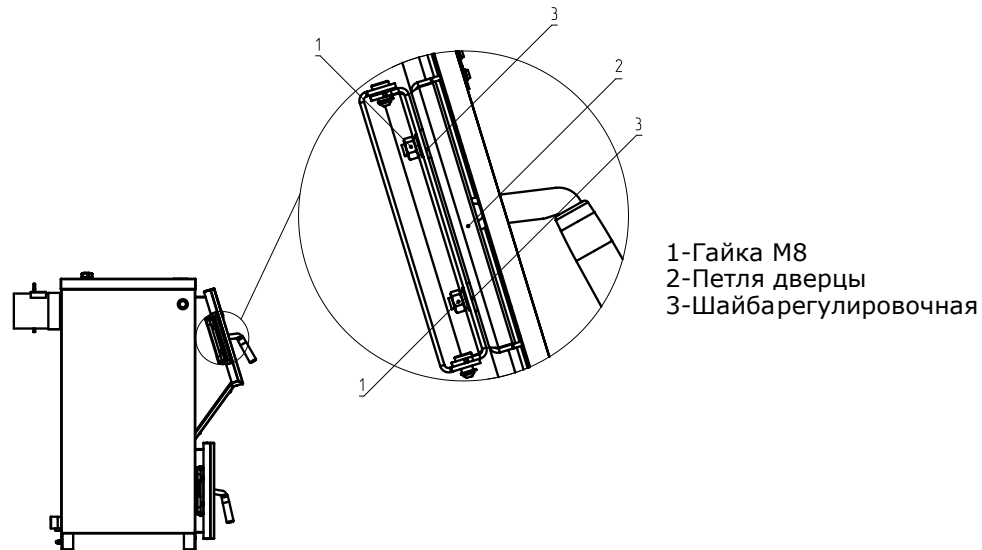

Рис.3 Регулировки петли дверцы
5.6. Дверь загрузочная должна плотно прилегать к арке. Со временем уплотнительный шнур теряет свои первоначальные свойства, что приводит к нарушению газоплотности котла, для того что бы откорректировать положения дверей необходимо открутить гайки М8 (Рис.3 поз.1) и извлечь шайбы регулировочные (Рис.3 поз.3) и закрутить гайки М8. В случае если корректировка положения двери не помогает замените уплотнительный шнур.